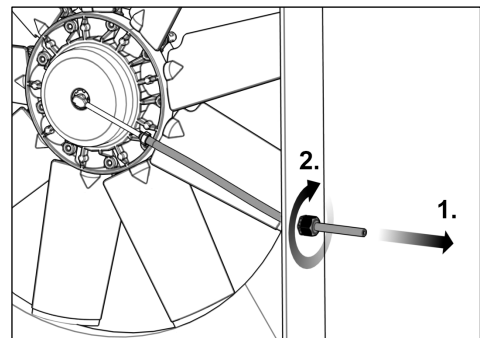

Fig. 31
- 24) Stram trykslangen (se Fig. 31 trin 1), så luftindtagsenheden kan dreje let (maks. 15°).
- 25) Fastgør trykslangen med trækafastningen (se Fig. 31 trin 2).